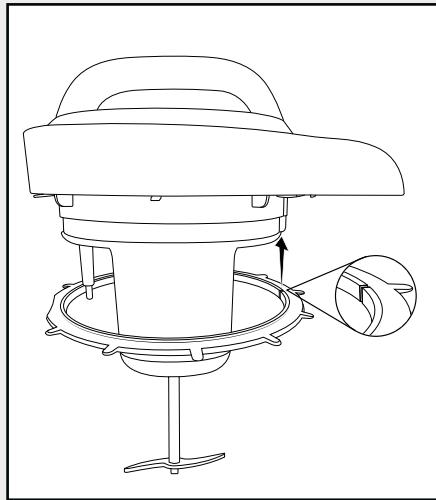

Fig. 1
- Tire del anillo hermético ⑧ hacia abajo para extraerlo de la tapa ⑨.
- Limpie el anillo hermético ⑧ en agua caliente con un poco de jabón lavavajillas. Elimine todos los restos de jabón lavavajillas y seque bien el anillo hermético ⑧.
- Retire cualquier resto de suciedad que haya quedado en el alojamiento de la tapa ⑨ con un paño húmedo. En caso necesario, añada al paño un poco de jabón lavavajillas suave. A continuación, vuelva a frotar con un paño humedecido exclusivamente con agua limpia y séquelo todo bien.
- Vuelva a colocar el anillo hermético ⑧ en la tapa ⑨ de forma que el anillo hermético ⑧ se deslice hasta introducirse en el alojamiento. Para ello, asegúrese de que la pequeña muesca del anillo hermético ⑧ quede alrededor del saliente de fijación de la tapa ⑨ (fig. 1). El lado aplanoado del anillo hermético ⑧ queda en el lado en el que se encuentra el sensor ⑦: